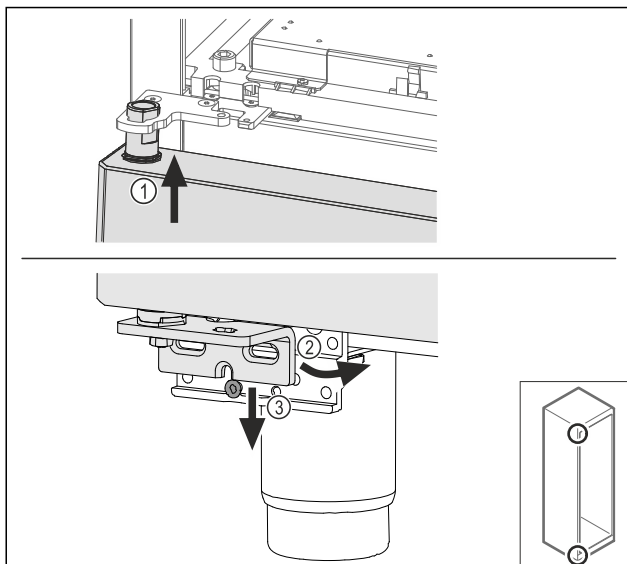

Fig. 56
- Introducir la puerta ligeramente inclinada en la parte superior Fig. 56 (1), alinear la puerta para que quede recta Fig. 56 (2) y colocarla en la parte inferior del tornillo de soporte de cojinetes Fig. 56 (3).